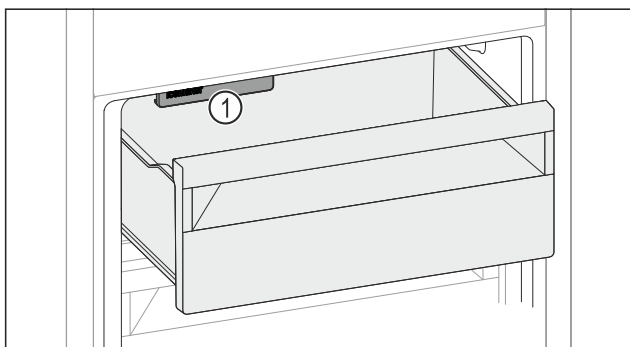

Fig. 235
- ▶ Vložte potraviny do zásuvky. Když vložíte potraviny na levou stranu zásuvky: ▶ Dávejte pozor na IceMaker Fig. 235 [1].